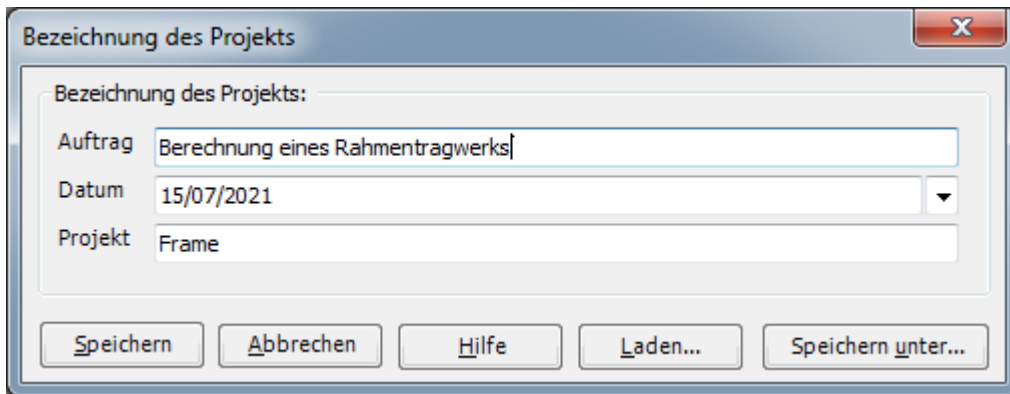

Bild 7.6 Dialogfeld "Bezeichnung des Projekts"
- Wählen Sie den Befehl "Bezeichnung des Projekts" aus der Registerkarte "Daten". Das Dialogfeld im Bild 7.6 erscheint